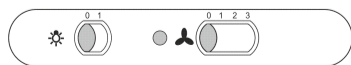

рис. 11
• Ползунковый переключатель (рис. 11).